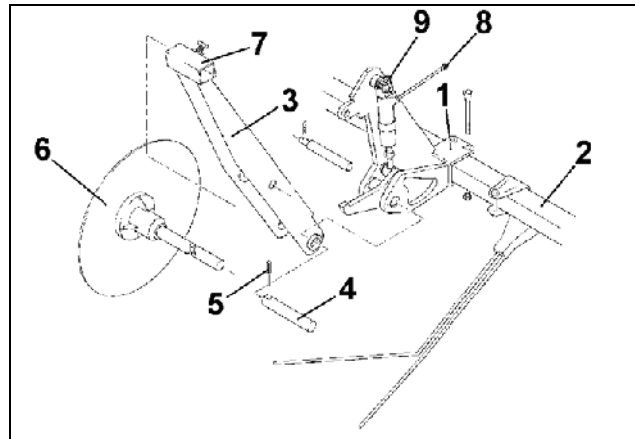

Fig. 33
- zwei Anbauträger (Fig. 33/1) am Exaktstriegel befestigen
- Spurscheibenträger (Fig. 33/3) mit Bolzen (Fig. 33/4) und Spannstift (Fig. 33/5) abstecken und sichern
- Spurscheiben (Fig. 33/6) in die Spurscheibenträger (Fig. 33/3) stecken und mit Skt.-Schrauben (Fig. 33/7) festklemmen
- Hydraulikschläuche (Fig. 33/8) an beiden Hydraulikzylindern (Fig. 33/9) anschließen und zusammen mit dem Hydraulikzylinder für die Fahrgassenschieber im Verteilerkopf am elektro-hydraulischen Ventil anschließen